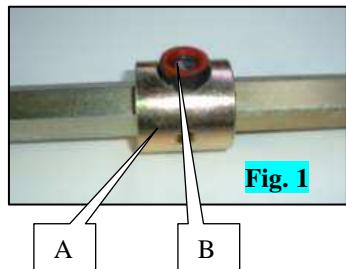
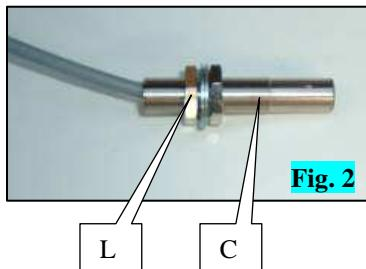
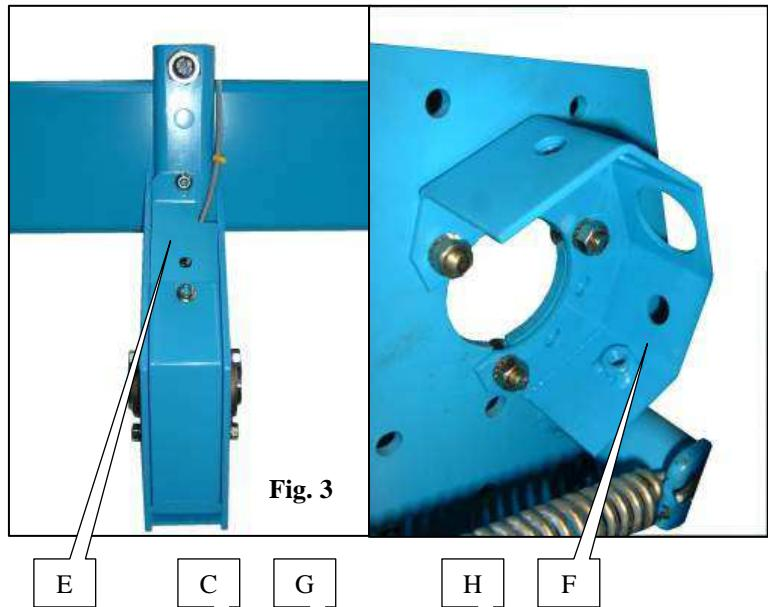

Fig. 1
Fig. 2
Fig. 3
- **Bei einer NG++ oder NX-Sämaschine (vor 2006):** Nehmen Sie den Deckel des Gehäuses A (Abb.1) und das Säsystem ab. Nehmen Sie ein Furchenrad, eine Säsccheibe und den Zulauf aus schwarzem Plastik ab. Montieren Sie den neuen Zulauf B (Abb. 2) Ref. 7079.a (Haken nach unten, Achse und Stift nach oben).
- **Bei einer NG++ oder NX-Sämaschine (ab 2006):** Nehmen Sie den Deckel des Gehäuses A (Abb.1) und das Säsystem ab. Entfernen Sie das Schutzblech I (Abb. 6), das auf dem Gehäuse befestigt ist.
- **Bei einer NC-Sämaschine:** Senken Sie die Schar. Nehmen Sie den Deckel des Gehäuses A (Abb. 1) und das Säsystem ab.
- Montieren Sie die Zelle C (Abb. 3, 4 und 5) mit Hilfe der beiden Senkschrauben D (Abb. 3, 4 und 5).
- **Bei einer NG++ oder NX-Sämaschine:** Montieren Sie mit Hilfe der Sechskantschraube F (Abb. 1 und 5) die Schutzplatte E (Abb. 1 und 5) Ref. 6240 auf den Deckel des Sägehäuses, ohne dabei das Blech G (Abb. 1 und 5) Ref. 6241 zu vergessen.
- **Op zaaimachine NG+ en NX (voor 2006):** verwijder de deksel van het distributiehuis A (fig.1) en het distributiemechanisme. Demonteer een dieptemeterwiel en een schijf evenals de zwarte plastic zaadkorrelafvoerstuk. Monteer het nieuwe zaadkorrelafvoerstuk B (fig.2) ref. 7079.a (haak beneden, as plus borgpen boven).
- **Op zaaimachine NG+ et NX (vanaf 2006),** verwijder de deksel van distributiehuis A (fig.1) het distributiemechanisme. Verwijder de beschermkap I (Fig. 6) op het distributiehuis.
- **Op zaaimachine NC:** laat de kouter zakken. Verwijder het deksel van distributiehuis A (fig. 1) en het distributiemechanisme.
- Monteer cel C (fig.3, 4 en 5) met behulp van twee schroeven met verzonken koppen D (fig. 3, 4 en 5).
- **Op zaaimachine NG+ en NX:** monteer de beschermkap E (fig.1 en 5) ref. 6240 op het deksel van de verdeelkast met behulp van de zeskantige schroeven F (fig.1 en 5); vergeet niet de plaat G (fig. 1 en 5) ref. 6241.
- **En sembradora NG+ y NX (antes de 2006)** quitar la tapa de la caja A (fig.1) y la distribución. Desmontar una rueda de control y un disco así como el descenso de granos de plástico negro. Montar el nuevo descenso B (fig.2) ref. 7079.a (gancho abajo, eje más pasador arriba).
- **En sembradora NG+ y NX (a partir de 2006)** quitar la tapa de la caja A (fig. 1) y la distribución. Retirar la placa de protección I (Fig. 6) fijada en la caja
- **En sembradora NC,** bajar la reja. - Quitar la tapa de la caja A (fig. 1) y la distribución. Montar la célula C (fig. 3, 4 y 5) con los dos tornillos de cabeza ranurada D (fig. 3, 4 y 5).
- **En sembradora NG+ y NX** montar la solapa protectora E (fig. 1 y 5) ref. 6240 en la tapa de la caja de distribución con los tornillos de cabeza hexagonal F (fig. 1 y 5) sin olvidar la placa G (fig. 1 y 5) ref. 6241.
- **Nei modelli di seminatrice NG+ e NX, (immatricolati prima del 2006)** rimuovere il coperchio della scatola A (fig.1) e la distribuzione. Smontare una ruota di calibro, un disco e la discesa di semi in plastica nera. Montare la nuova discesa B (fig.2) ref. 7079.a (gancio in basso, asse più copiglia in alto).
- **Nel modello di seminatrice NC, (immatricolati dal 2006)** abbassare il vomere. Rimuovere il coperchio della scatola A (fig. 1) e la distribuzione. Rimuovere la lamiera di protezione I fissata sulla scatola (Fig.6)
- Montare la cellula C (fig. 3, 4 e 5) con le due viti a testa fresata D (fig. 3, 4 e 5).
- **Nei modelli di seminatrice NG+ e NX,** montare la bavetta di protezione E (fig. 1 e 5) ref. 6240 sul coperchio della scatola di distribuzione con le viti a testa esagonale F (fig. 1 e 5) senza dimenticare la lamiera (fig. 1 e 5) ref. 6241.
- Coller les 2 aimants B sur la noix A (fig. 1) si cela n'est pas déjà fait.
- **Sur NC et NG+, monter la boîte à capteur E (fig. 3) sur la poutre du châssis à l'aide de la bride et des écrous fournis.**
- Ajuster la position du capteur à l'aide des deux écrous de blocage L (fig. 2) de telle sorte que **le bout d'un capteur se trouve à environ 5 mm de l'aimant.** (Une fois branchée et sous tension, un voyant s'affiche à l'écran de la console à chaque passage d'un aimant devant le capteur).